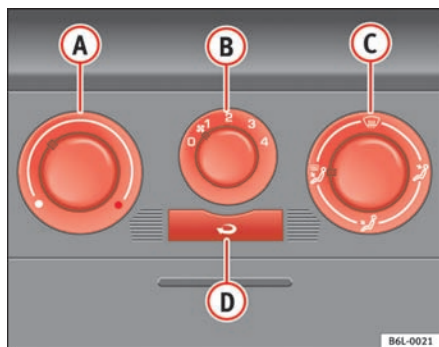

Fig. 87 På instrumentpanelet: betjeningselémenter til varmeanlæg
- Drej kontakten til temperaturregulering ⇒ fig. 87 ① mod uret.
- Drej blæserkontakten ⑦ til en af hastighederne 1-4.
- Indstil luftstrømmen i den ønskede retning ved hjælp af kontakten til indstilling af luftfordelingen ③.
- Drej kontakten til temperaturregulering ⇒ fig. 87 ① med uret for at vælge den ønskede temperatur.
- Drej kontakten til temperaturregulering ⇒ fig. 87 ① med uret til den maksimale temperatur.
- Drej blæserkontakten ⑦ til indstilling 4.
- Indstil luftfordelingen på ④.
- Luk luftdyserne ③.
- Åbn luftdyserne ④, og drej dem i retning mod sideruderne.
- Drej kontakten til temperaturregulering ⇒ fig. 87 ① til varmeområdet.
- Drej blæserkontakten ⑦ til en af hastighederne 2-3.